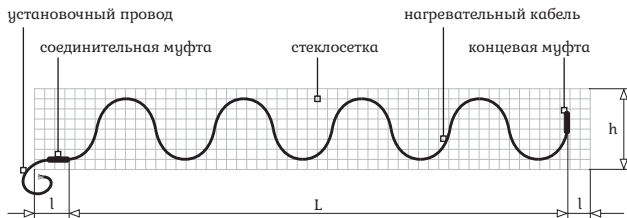

Рисунок 1. Конструкция осушителя
Осушитель представляет собой кабельную секцию, закрепленную специальным образом на стеклосетке (рисунок 1). Кабельная секция состоит из экранированного нагревательного кабеля, концевой и соединительной муфты и установочного провода. Номинальной длиной осушителя считается длина его рабочей части (L), на которой уложен нагревательный кабель от конца концевой муфты и начала соединительной муфты. Удельная мощность осушителя составляет 300 Вт/м^2 . Такая мощность обеспечивает быстрое и эффективное удаление влаги в труднодоступных местах ванных комнат.